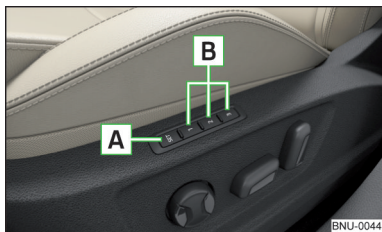

Fig. 76
Pe butoanele de memorare **B** de la scaunul șoferului poate fi memorat reglajul scaunului șoferului și poziția oglinzilor retrovizoare exterioare » fig. 76.
- Apăsăți butonul SET **A** » fig. 76 și apoi apăsați în decurs de 10 s simultan butonul de memorare dorit **B**. Memorarea este confirmată printr-un semnal acustic.
- Cuplați contactul și apăsați butonul de memorare dorit **B** » fig. 76.